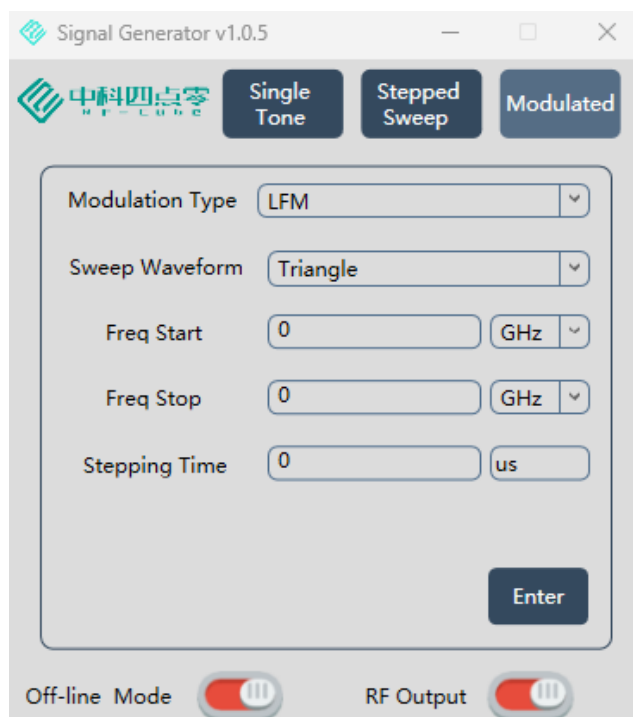

图10. 调频界面图
点击功能选择区①选中 Modulated 功能键，进入信号调制参数设置界面，如图 10 所示：
设置与显示区②的 Sweep Type 右侧下拉菜单中可选择 LFM 后，如上图 10 所示；Sweep Waveform 下拉菜单可以选择 Triangle 或 Sawtooth。